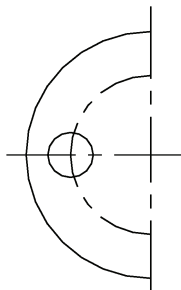

图 3-34 习题 9 图
9. 绘制如图 3-34 所示的图形, 并以“图习题 3-1.dwg”为名保存文件。